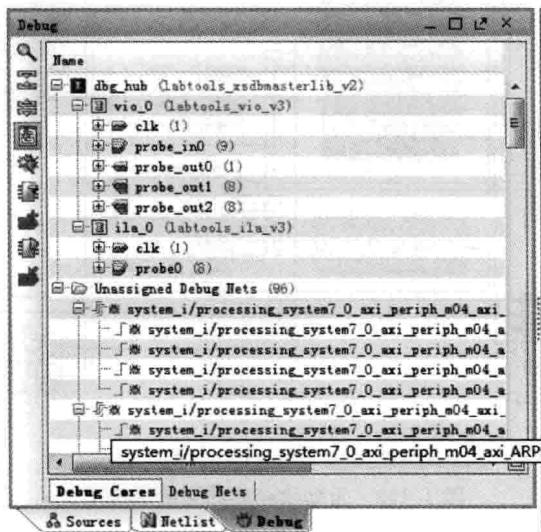

图 4.104 Debug 标签界面
- (3) 出现 Validate Design 对话框界面，单击 OK 按钮。
- (4) 出现 Create HDL Wrapper 对话框界面。在该界面内，选中 Let Vivado manage wrapper and auto-update 前面的复选框。
- (5) 单击 OK 按钮。
- (6) 在 Vivado 主界面左侧的 Flow Navigator 窗口下，找到并展开 Synthesis。在展开项中，找到并单击 Run Synthesis。
- (7) 出现 Run Synthesis 对话框界面。提示重新运行综合。
- (8) 单击 OK 按钮。
- (9) 出现 Save Project 对话框界面。
- (10) 单击 Save 按钮。
- (11) 等待综合完成后，出现 Synthesis Completed 对话框界面。在该对话框界面中，选中 Open Synthesized Design 复选框。
- (12) 单击 OK 按钮。
- (13) 在辅助面板中打开综合后的设计。如图 4.104 所示，自动打开 Debug 标签窗口。